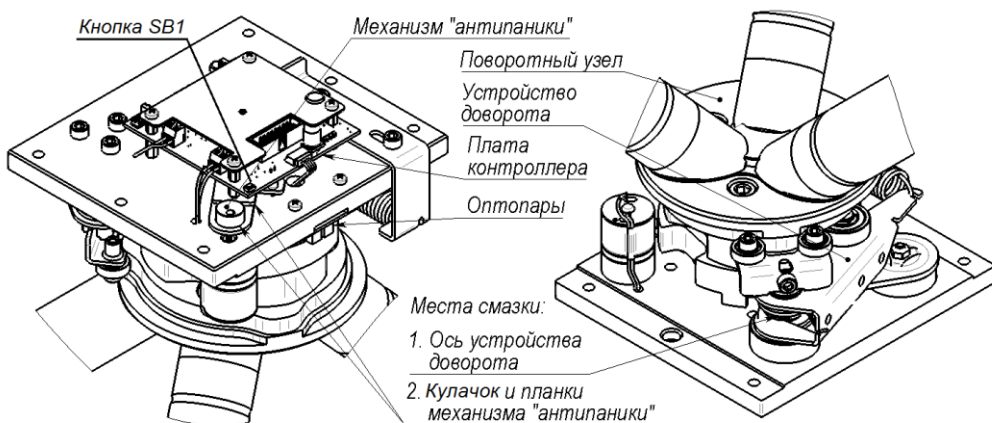

Рис.8 Расположение узлов и деталей трения. Места смазки
В случае, если фиксации планок не происходит (механизм «антипаники» разрегулировался), необходимо повторно с пульта управления включить режим «Антипаника» и после этого установить планки в рабочее положение. При отсутствии пульта, на плате контроллера турникета предусмотрена кнопка SB1 (см. рис.8 и 9). Короткими нажатиями кнопки SB1 необходимо отрегулировать механизм «антипаники» - привести кулачок в положение согласно рисунку справа.
- выполните смазку следующих узлов трения (см. рис.8), смазка – «Литол» или аналогичная: